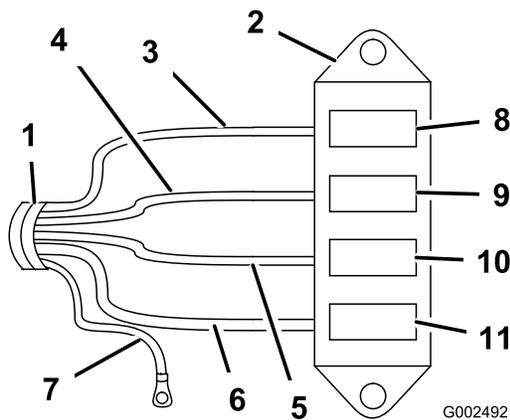

Figura 11
7. Ligue a cablagem ao bloco de fusíveis unindo os fios na cablagem aos conectores do fio correspondente na parte de trás do bloco de fusíveis (Figura 11).